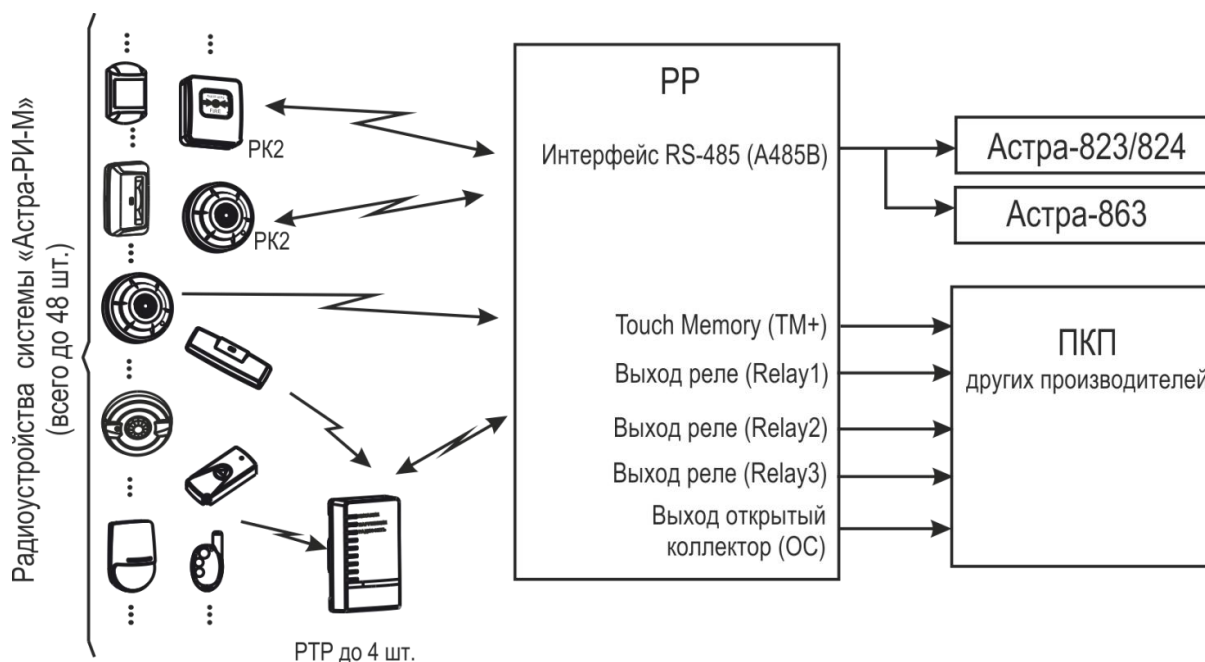

Рисунок 1. Схема работы РР Астра-РИ-М в автономном режиме.
1) В режиме **автономный** РР обеспечивает (рисунок 1):